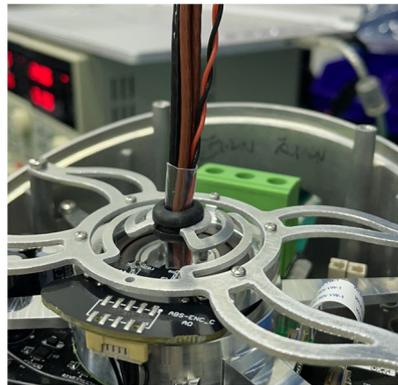

图 3-19 套入护线环
- 护线：将橡胶护线环从束线架一侧线缆接头上套到线缆上的热缩管上，之后将护线环套入到束线架上，如图 3-19 所示：